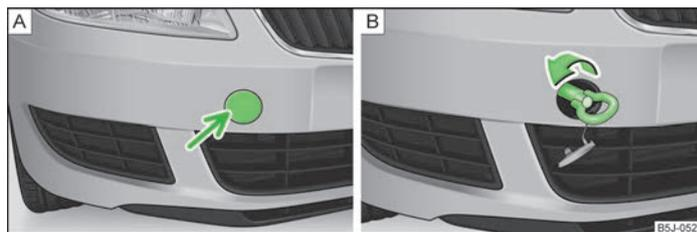

Fig. 137 Paragolpes delantero: Caperuza protectora/montaje de la argolla de remolque
- Presionar la mitad izquierda de la caperuza cobradora en la dirección de la flecha 1 » [fig. 137 - \[A\]](#).
- Enroscar manualmente la argolla de remolque girándola hacia la izquierda hasta el tope » [fig. 137 - \[B\]](#). Para fijar la argolla recomendamos utilizar p. ej. la llave para rueda, la argolla de remolque de otro vehículo u otro objeto parecido que se pueda pasar por la argolla.